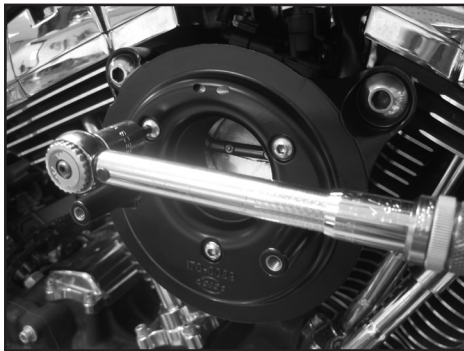

Figura 6
7. Una vez colocada la tapa, apriete los tornillos de ¼" X 20 al par de 72 in.-lbs. como se muestra en la **figura 6**.